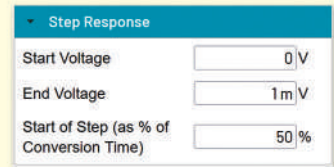

Рис. 17. Вікно вибору діапазону зміни вхідної напруги
- діапазон зміни вхідної напруги при аналізі перехідних процесів (рис. 17).